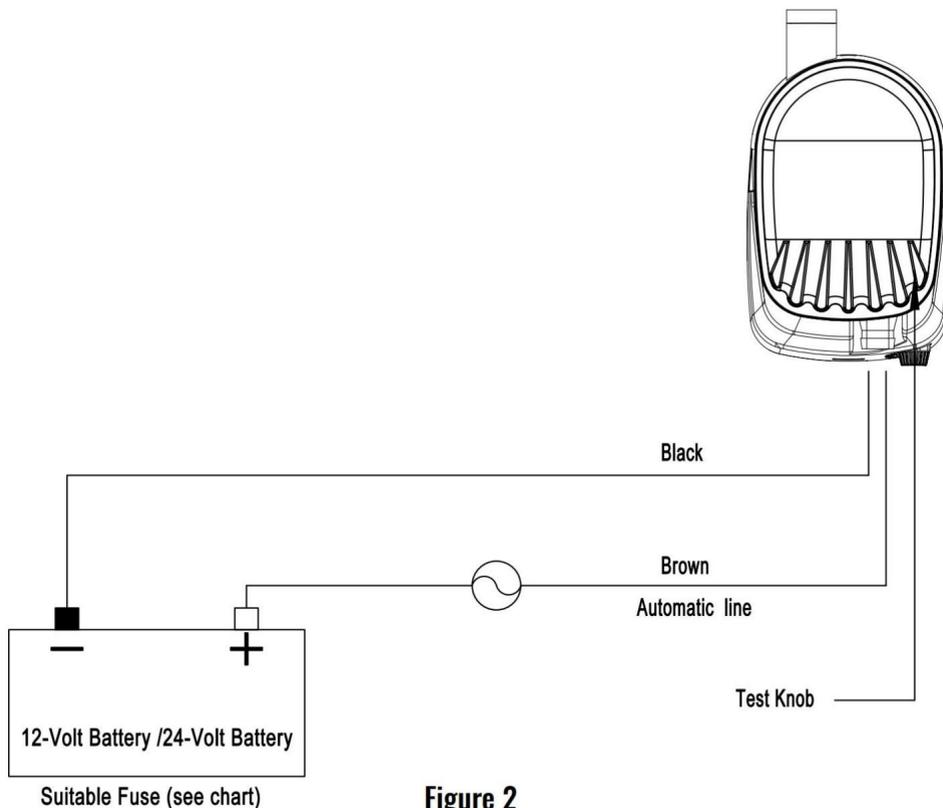

Figure 2
1. Sluit de draden aan op de pomp met behulp van de volledige lengte van de meegeleverde draad (en indien nodig extra draad), zoals aangegeven in het diagram (zie afbeelding 2).